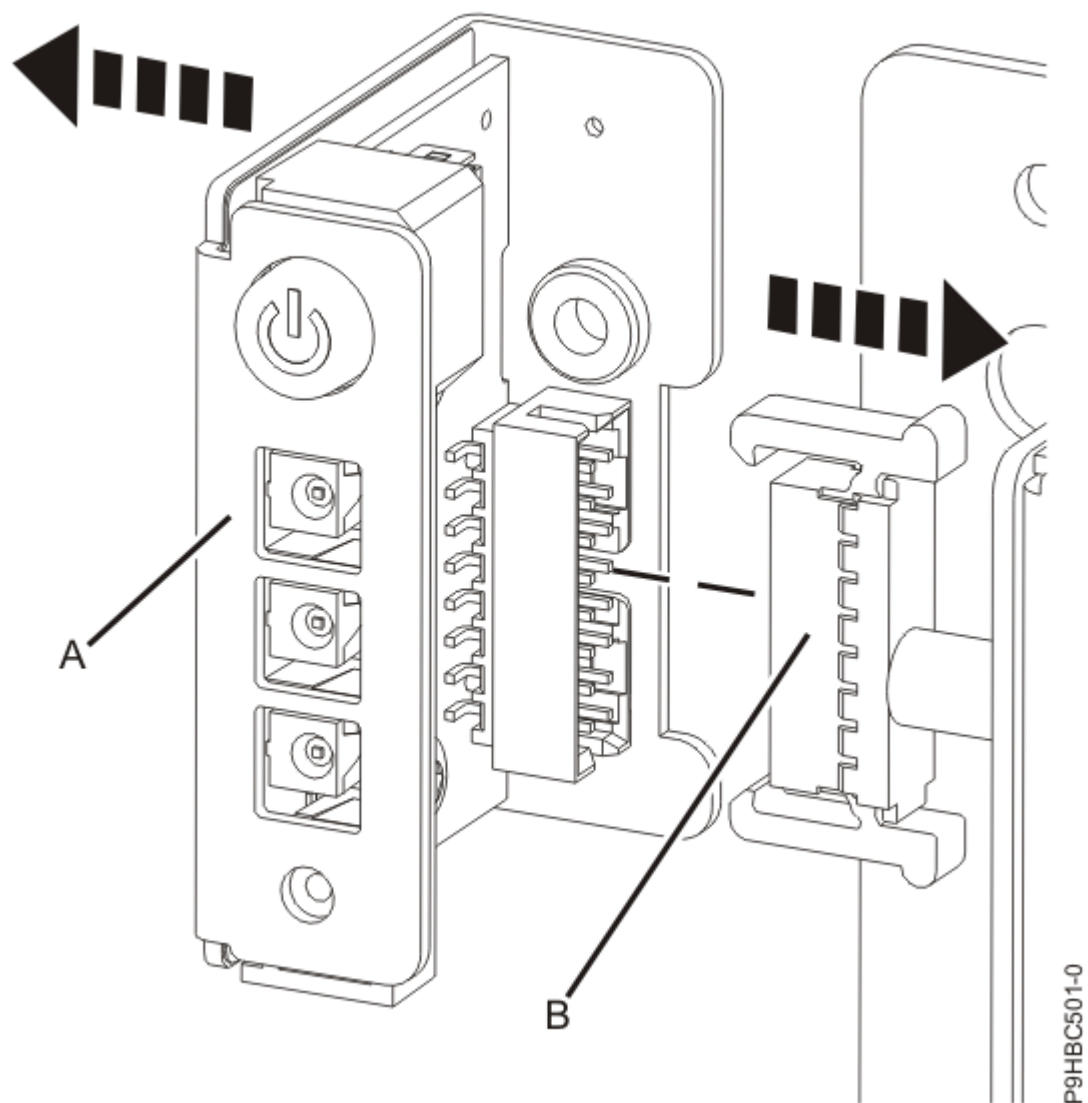
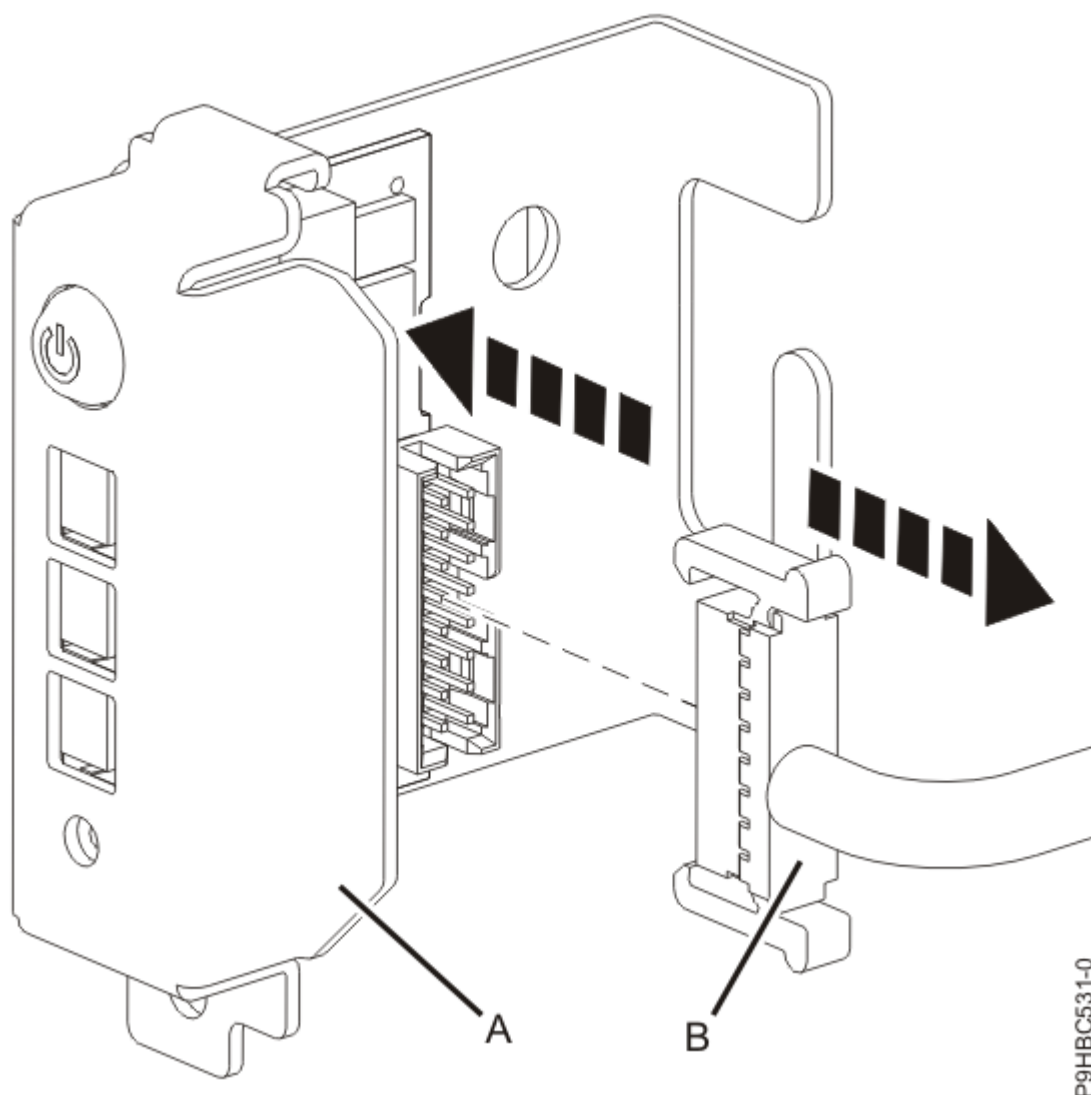

図 69. ラック・マウント型システムのケーブルからのコントロール・パネルの切り離し
図 70. スタンドアロン・システムのケーブルからのコントロール・パネルの切り離し
8. コントロール・パネル **(A)** をケーブル **(B)** から切り離します (73 ページの図 69 または 74 ページの図 70 を参照)。